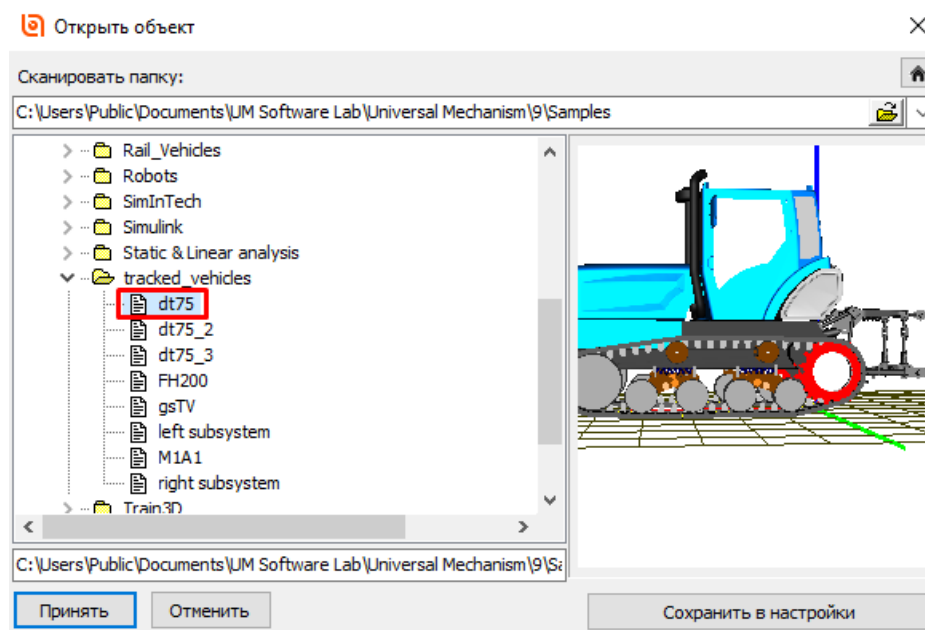

Рис. 4. Открытие модели в программе моделирования **UM Simulation**
2. Выберите пункт меню **Файл | Открыть** или нажмите кнопку **F3** В появившемся окне перейдите в папку с моделью, выберите указанный путь к модели в окне слева, в окне справа появится образ модели, и нажмите кнопку **Принять** (рис. 4). После этого откроется модель трактора ДТ-75.